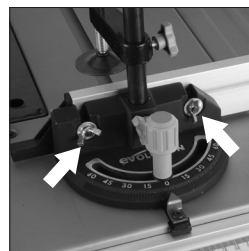

Fig. 33
N.B.: De geëxtrudeerde aluminium voorplaat van de verstekmeter dient zodanig afgesteld te worden dat hij vlak langs passeert, maar het blad of de bladbeschermkap niet raakt. Stel de voorplaat af door de twee vleugelmoeren (**Fig. 33**) los te draaien en de voorplaat in de gewenste stand te schuiven. Draai de vleugelmoeren goed vast.